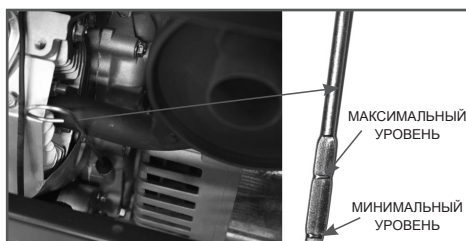

Рис. 7 Проверка уровня масла в картере
При запуске нового двигателя первая замена масла производится через 5 часов работы двигателя. Вторая замена масла через 25 часов работы двигателя. Все последующие замены масла производятся через каждые 50 часов работы двигателя. Для заправки моторного масла необходимо проверить уровень масла в картере (Рис.7).
1. Снимите пробку маслналивного отверстия в крышке клапанов (Рис.8). Извлеките и протрите щуп уровня масла (Рис.7) чистой тряпкой.